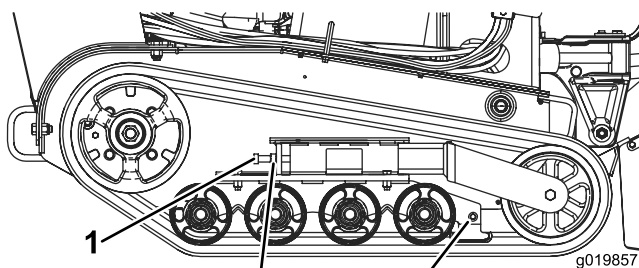

Bild 48
3. Lösen Sie die Klemmmutter an der Spurspannschraube (Bild 48)
4. Ziehen Sie die Spanschraube mit 32,5 bis 40,7 Nm fest, um die Kette zu spannen (Bild 48).
4. Lösen Sie die Spanschraube und Klemmmutter (Bild 48).